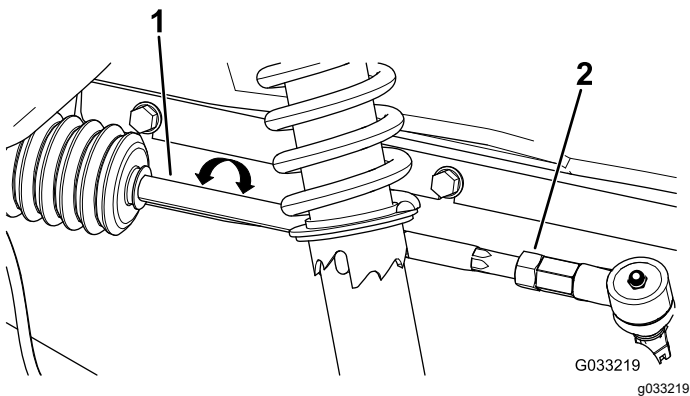

Figura 51
- Dacă valoarea măsurată nu se încadrează în intervalul de 0 - 6 mm, slăbiți piulițele de blocare de la capătul exterior al tiranilor (Figura 51).